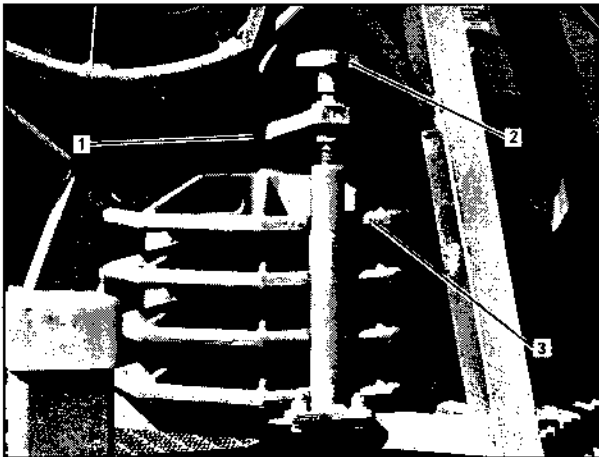

Bild 111
36. Bodenplatten (Bild 111/3) in die Halterung einsetzen, Haltetasche (Bild 111/1) aufsetzen und mit Verschraubung (Bild 111/2) befestigen.